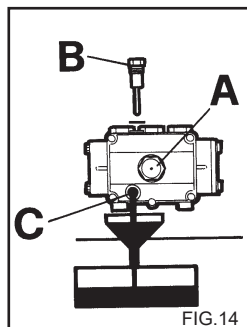

FIG. 14
- 2) Draai de dop met het peilstaafje los (fig. 14).